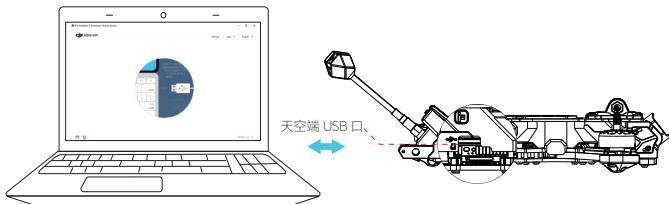

图 1-1
1. 天空端及飞行眼镜激活：Nazgul DC5 ECO 飞行器连接电池，通过 USB-C 接口 [图 1-1] 连接对应设备至电脑并运行 DJI Assistant 2 (消费机系列) 调参软件 *3 进行激活与固件升级详情请参考 DJI O4 Air Unit 用户手册。